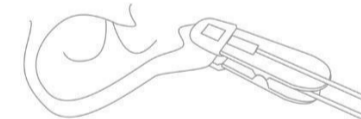

Figura 5 Sensore SpO₂ a clip da orecchio
- Per il sensore SpO₂ a clip da orecchio, agganciare il sensore al lobo dell'orecchio del paziente, come mostrato nella Figura 5.